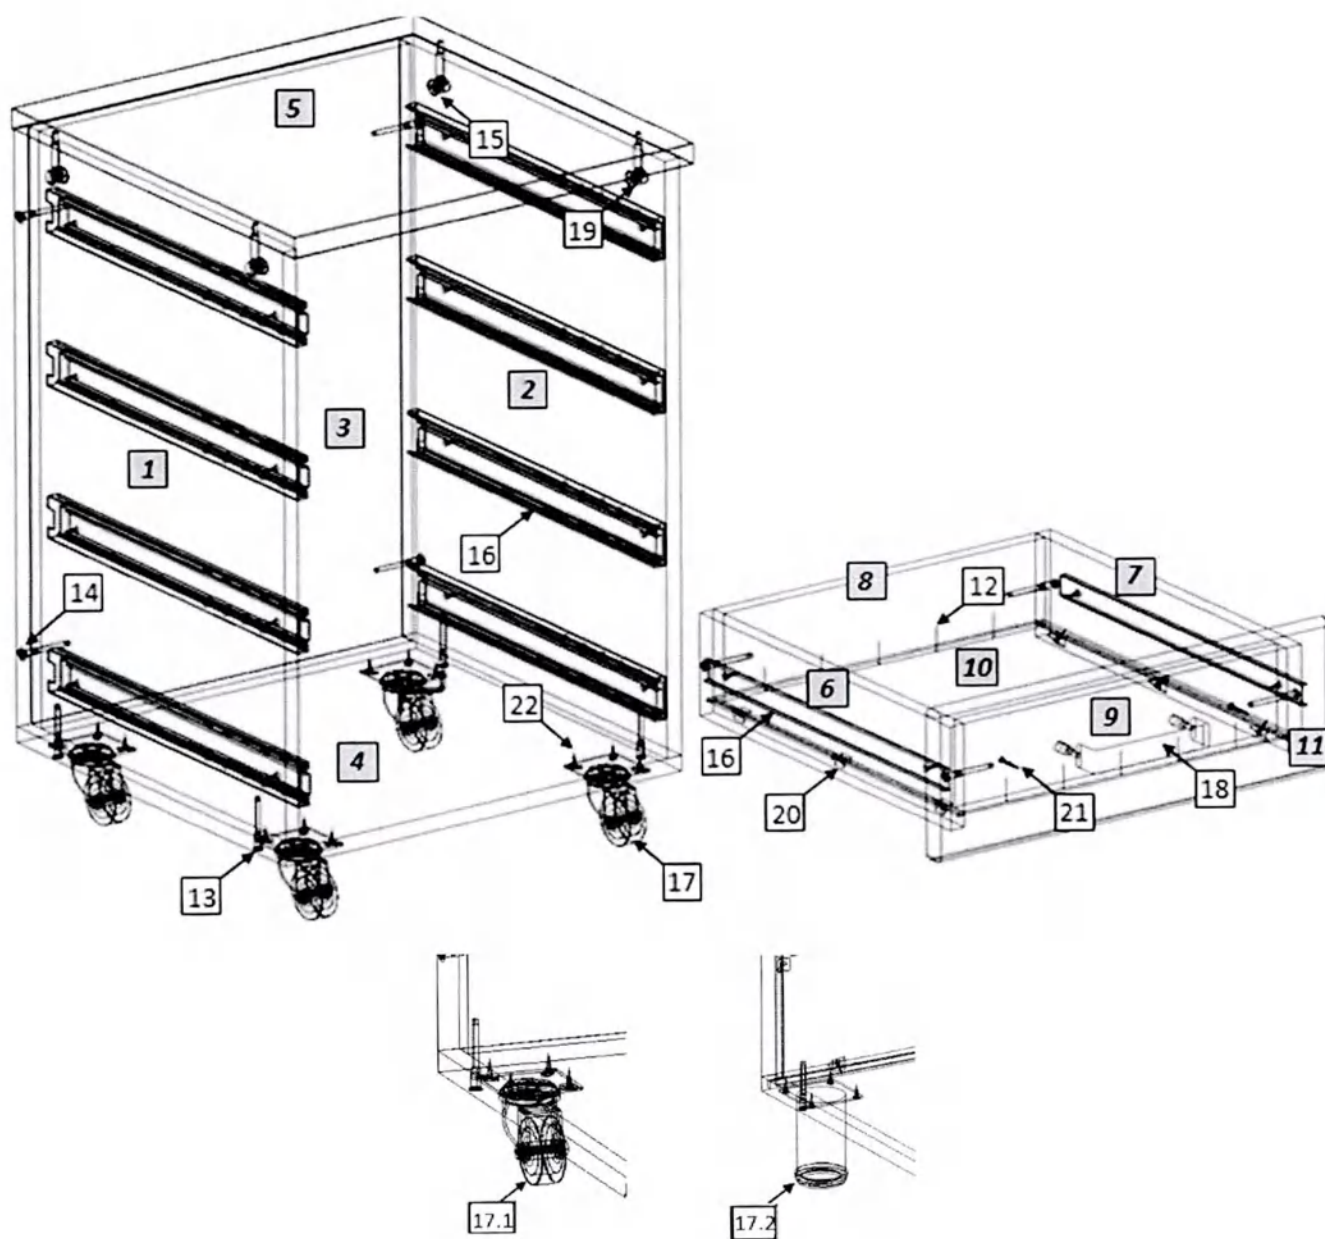

Рис.1
1. Внимательно ознакомьтесь со схемой сборки, изображенной на рис.1, сверяясь со спецификацией на изделие. Согласно схеме и спецификации определите расположение деталей в изделии и порядок их сборки. Сборка производится на ровном полу, укрытом материалом, предотвращающим повреждение покрытия пола и деталей мебели. Подготовьте необходимые для сборки инструменты – плоскую и крестовую отвёртки, молоток, рулетку или линейку, шуруповёрт.
2. На боковых стенках тумбы (1,2) шурупами 4×16 (24) закрепите направляющие (18); установите цилиндрические части эксцентриковых стяжек (21) в предназначенные для них отверстия. На крышке (5) установите штоки эксцентриковых стяжек (21); евровинтами (15) закрепите вертикальную стенку (7).
3. Евровинтами (15), как показано на рис. 1, соедините вертикальные стенки (1,2,3) с горизонтальными стенками (4,6). Установите крышку. Затяжка соединения производится путём поворота эксцентриков до упора в направлении стрелки, выштампованной на корпусе стяжки. На горизонтальной нижней стенке (4) шурупами 4×16 (24) закрепите опоры (19) (колесные опоры (19.1) или регулируемые опоры (19.2) по требованию).
4. Сборка ящиков. Евровинтами (15) соедините боковые стенки ящика (8,9) с задней (10) и передней (11) стенками. Дно ящика (12) установите в пазы и закрепите к задней и передней стенкам гвоздями (14), к боковой стенке – уголками (22). Шурупами 4×16 (24) закрепите узкие части направляющих (18). Шурупами 3.5×30 (23) закрепите фасад (13) к передней стенке ящика (11). Установите ручку (20). Установите собранные ящики в корпус тумбы.